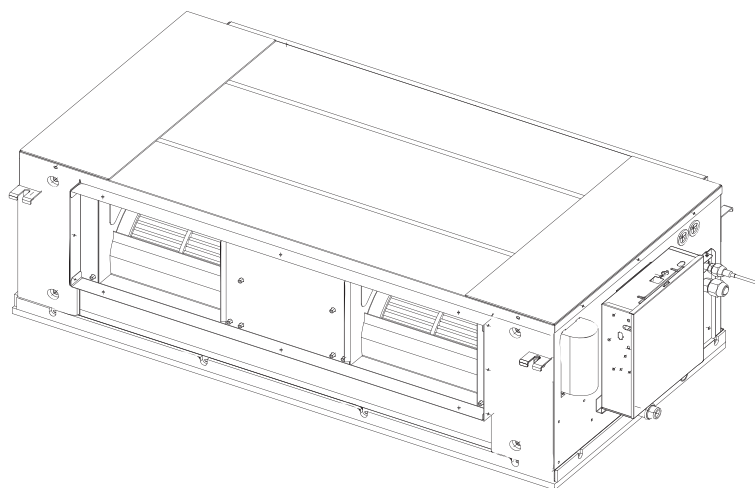

Fig.4-15
1. Vista de toda la unidad Fig. 4-15